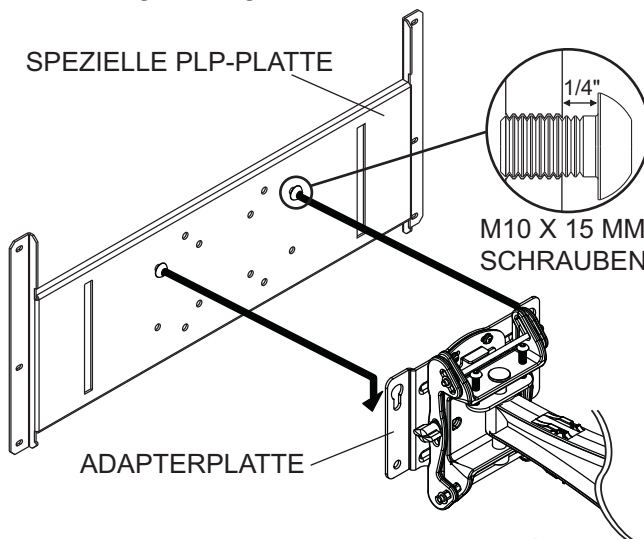

Abbildung. 4.1
**3** Entfernen Sie mithilfe des 5 mm Inbusschlüssels (I) die vier 1/4-20 Gewindeschneidschraube wie in Abbildung 4.1 dargestellt, um die Bildschirmhalterungen von der Universal-Adapterhalterung (B) abzunehmen.
- 4** Für spezielle PLP-Platte (nicht UL-zugelassene): Informationen zur Befestigung der speziellen PLP-Platte am Bildschirm können dem Anleitungsblatt für das PLP-Modell entnommen werden. Bringen Sie die zwei M10 x 15 mm Schrauben (mit der speziellen PLP-Platte geliefert) so in den beiden oberen Löchern der speziellen PLP-Platte an, dass noch ca. 6 mm Gewinde zu sehen sind wie in Abbildung 4.1 dargestellt.